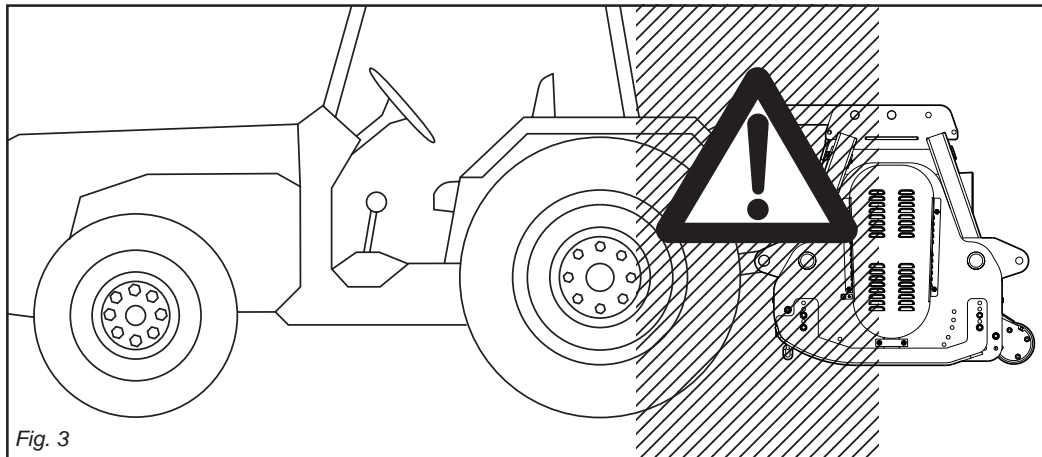

Fig. 3
- 25)** È assolutamente vietato interporre tra il trattore e la macchina (Fig. 3) con motore acceso e cardano inserito nonché senza aver azionato il freno di stazionamento ed aver inserito, sotto le ruote, un ceppo o un sasso di bloccaggio.
- 29)** È assolutamente vietato interporre fra il trattore e l'attacco della macchina per manovrare il comando dall'esterno per il sollevamento (Fig. 3).
- 25)** *It is absolutely forbidden to stand between the tractor and the implement (Fig. 3) when the engine is running and the cardan shaft is engaged without having first engaged the hand brake and placed a block or stone under the wheels to prevent them from moving.*
- 29)** *It is absolutely forbidden to stand between the tractor and the implement when manoeuvring the lift control from the outside (Fig. 3).*
- 25)** *Il est absolument interdit de se mettre entre le tracteur et l'appareil (Fig. 3) quand le moteur est en marche et le cardan enclenché, sans avoir tiré le frein de stationnement et bloqué les roues avec une cale ou un caillou. Se tenir à une distance de sécurité du broyeur en fonctionnement, à cause du lancement possible d'objets contondants.*
- 29)** *Il est absolument interdit de se mettre entre le tracteur et l'attelage pour manoeuvrer la commande de relevage de l'extérieur (Fig. 3).*
- 25)** Es ist absolut verboten, bei laufendem Motor und eingeschalteter Gelenkwelle zwischen den Schlepper und das Gerät zu treten (Abb. 3). Dazu muß die Feststellbremse gezogen werden und unter die Räder ein Bremskeil oder ein großer Stein gelegt worden sein. Achten Sie bei der Arbeit mit der Häckselmaschine auf den nötigen Sicherheitsabstand aufgrund der Auswurfgefahr stumpfer Gegenstände.